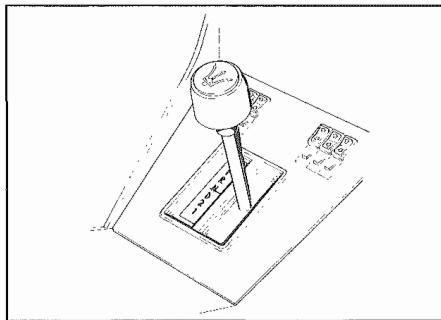

Fig. 11 - Leva selezione marce
- Il pulsante di blocco si smonta inserendo un chiodo nel foro situato anteriormente alla leva (**Fig. 11**).
- Smontare leva ed indicatore marce (**Fig. 11**).
- Push-button is removed by inserting a nail in the lever front hole (**Fig. 11**).
- Remove lever and gear indicator (**Fig. 11**).